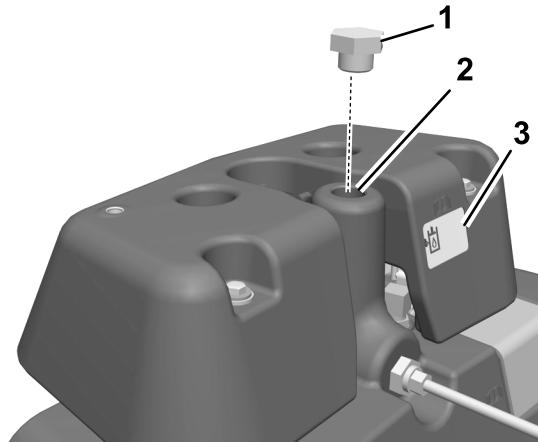

Bild 12
1. Entfernen Sie den Entlüfter und entsorgen Sie diesen, füllen Sie den Haupthydraulikbehälter mit Hydrauliköl (Bild 12).
2. Setzen Sie statt des Entlüfters einen Deckel ein (Bild 12).